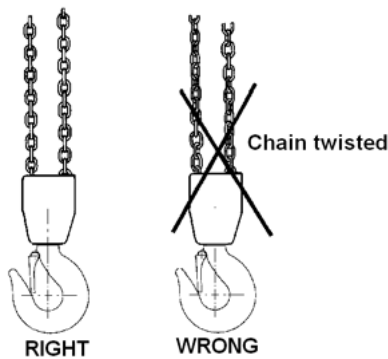

Fig. 3 The chain must not be twisted
- Łańcuch do podnoszenia ładunku nie powinien być zapętlony lub skręcony. W przypadku wciągników łańcuchowych z wielokrotnym przepięciem występuje zagrożenie skręcenia łańcucha, jeżeli dolny moduł haka zostanie zapętlony przez zawiesie łańcuchowe (zazwyczaj podczas ponownego instalowania lub przenoszenia wciągника do innej stacji roboczej). Patrz rys. 3.